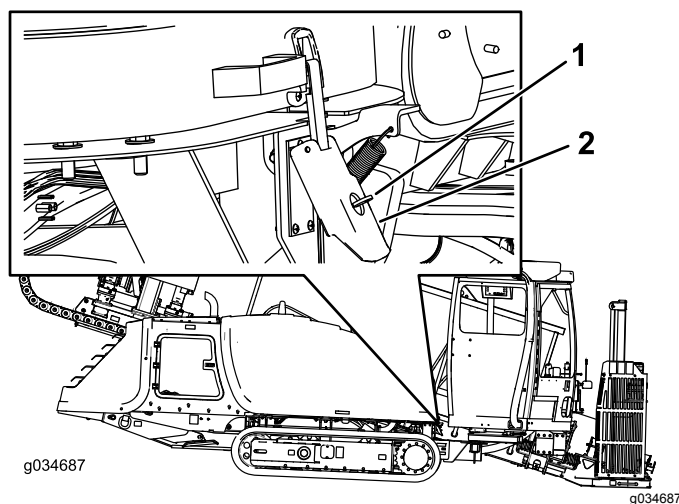

**Bild 69**
2. Heben Sie den Riegel an, wie in Bild 69 abgebildet.
**Hinweis:** Stellen Sie sicher, dass der Schlüssel in der OFFEN-Stellung (horizontal) ist, wie in Bild 69 abgebildet.